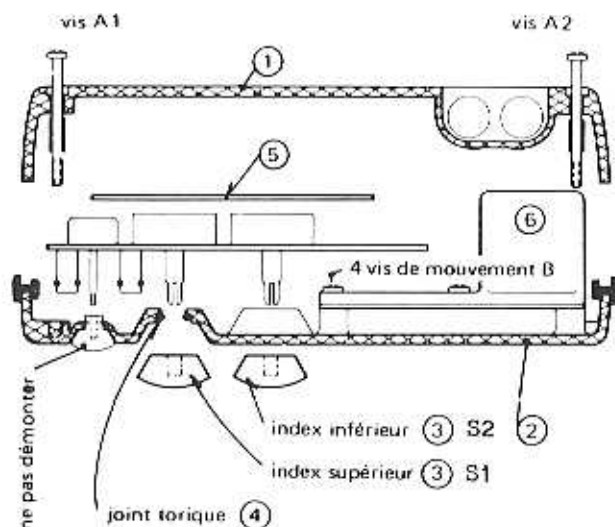

Figure 6
- Déchausser les deux grands index inférieur et supérieur (voir fig.6) en utilisant deux petits tournevis pour faire levier ; ces index sont emmanchés gras sur tiges fendues. On remarquera à la base des deux index, les 2 joints toriques à ne pas égarer.
- Soulever l'ensemble du circuit imprimé, une légère traction est suffisante pour déchausser les joints toriques des douilles de leur logement (fig. 6). Le remplacement de l'ensemble du circuit imprimé est détaillé plus loin.
Une fois le boîtier ouvert (Fig. 6)